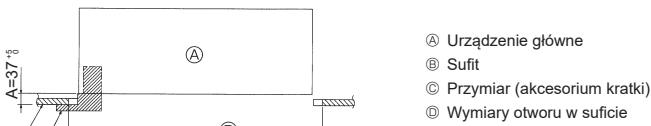

Fig. 4-6
4. Jeśli urządzenia głównego nie można dopasować do otworu montażowego w suficie, można je wyregulować dzięki szczelinie znajdującej się na płytce montażowej. (Fig. 4-6)